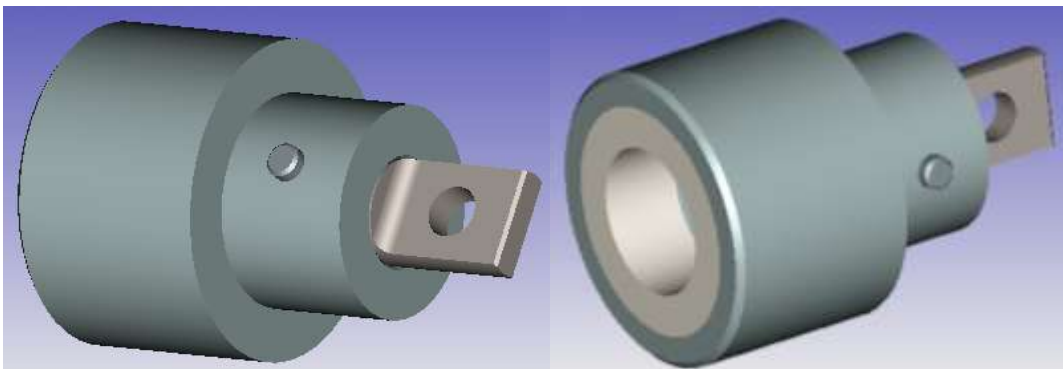
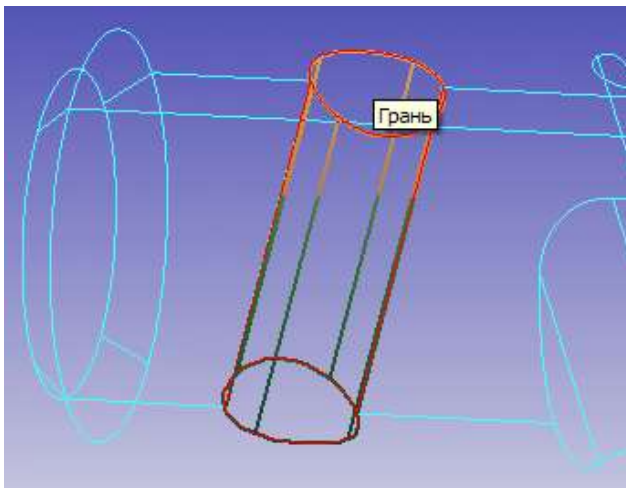
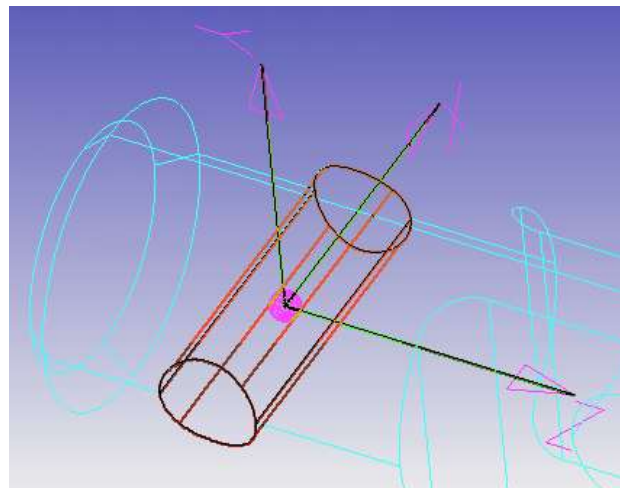

Рис. 1. Внешний вид сборочного узла
Рис. 15. Выделение поверхности вращения
Рис. 16. Создание системы координат привязки
В данной лабораторной работе требуется построить твердотельную модель сборки из моделей деталей типа "корпус", "кольцо", "вал" и "штифт" (внешний вид сборки представлен на рис. 1). При этом предполагается следующая последовательность действий:
3. Для установления взаимного расположения деталей в составе сборочного узла необходимо в первую очередь задать систему координат добавляемой детали. По условию задачи вал в корпусе фиксируется штифтом (рис. 1), поэтому при создании системы координат привязки удобно воспользоваться командой **Выбрать поверхность вращения**  и указать поверхность сквозного отверстия диаметром $D10$ (рис. 15). В результате будут отображены оси системы координат привязки (рис. 16).